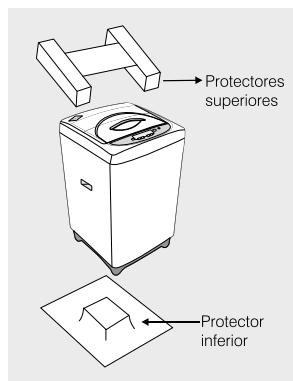

Figura 5
- Asegúrese de retirar todos los protectores de la lavadora para un buen funcionamiento, ya que de no hacerlo podría dañar la lavadora, recuerde conservar los empaques del producto para efectos de garantía. (Figura 5 y 6)